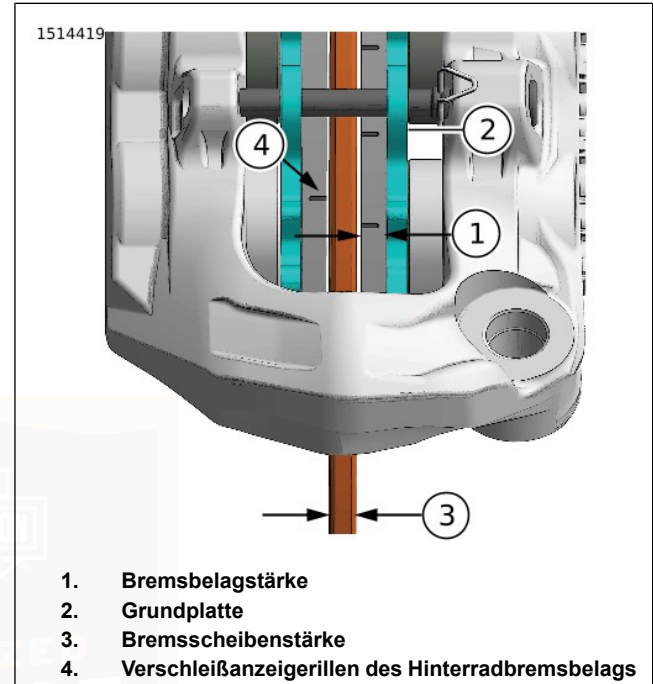

Abbildung 57. Bremsstärke
2. Siehe Abbildung 57. Die Dicke des Reibbelagsmaterials im Bremsbelag messen.